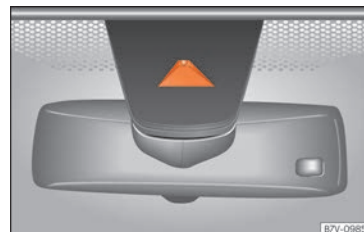

**Fig. 256** En el parabrisas: área de campo visual de la cámara del sistema de aviso de salida del carril.
- Limpiar regularmente la zona de visión de la cámara y mantenerla limpia, sin nieve y sin hielo »» fig. 256.